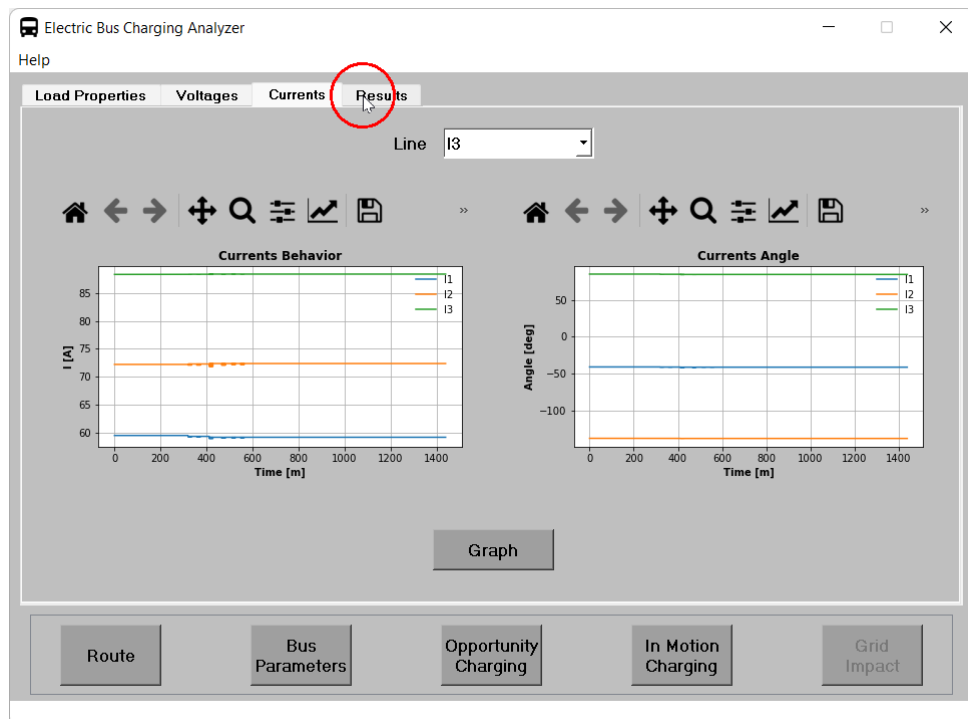

Figura 63: Cambiar de pestaña.
15. Pasar a la pestaña **Results** como se muestra en la figura 63